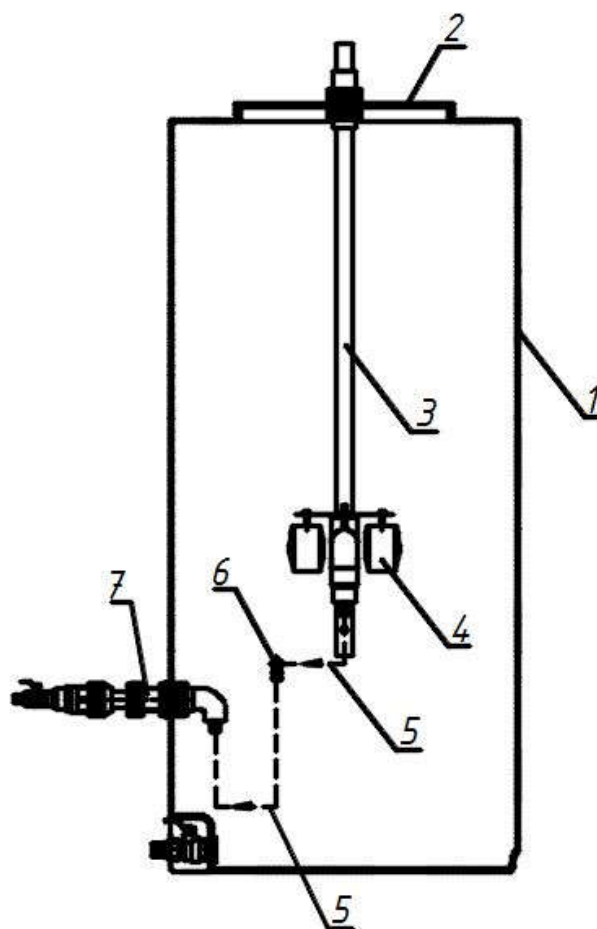

Рисунок 10.
7. Окончательная досборка отвода масла из маслосборной секции отстойника (поз. 1) (см. рис.10).
Маслосборная секция поверхностного отстойника состоит из следующих узлов (см. рис. 10):
Технология сборки маслосборной секции поверхностного отстойника (см. рис. 10):